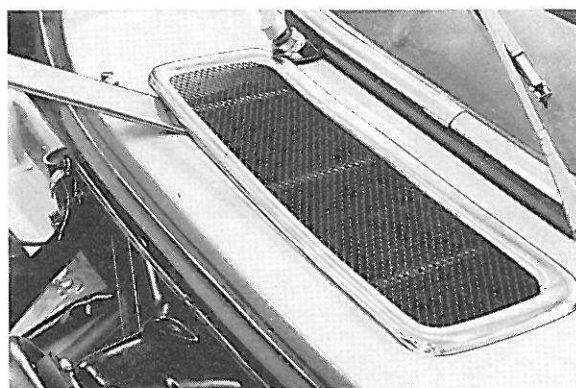

Figure 68. Démontage de la grille de la prise d'air
1. Démontez la grille de la prise d'air en se servant d'une spatule de bois (figure 68).